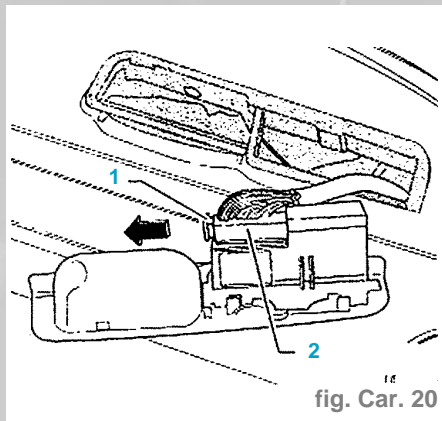

fig. Car. 20
- Tirer le verrouillage (1) dans le sens de la flèche et débrancher le connecteur (2) (fig. Car 20).